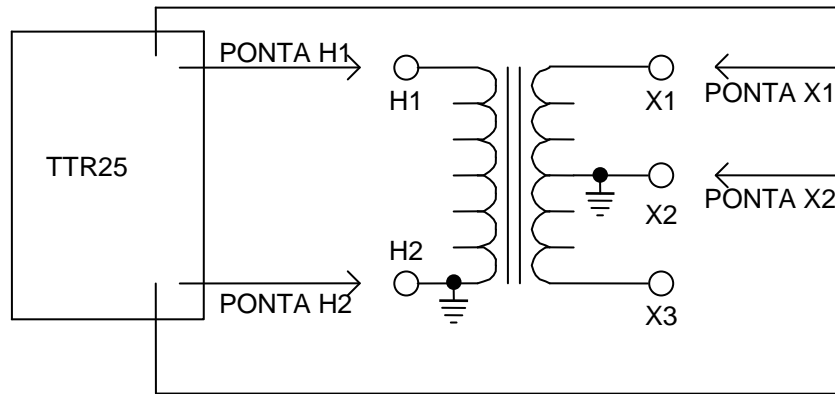

Figura 4-5 Conexões para Testar o Enrolamento X1 – X2 de Transformadores de Distribuição (H2 e X2 Aterradas)
3. Ao testar o enrolamento X1-X2, conecte as braçadeiras dos fios de prova com as marcas X1 e X2 respectivamente aos terminais X1 e X2 do transformador em teste. A polaridade esperada nos enrolamentos é normal (o sinal “+” aparece no início do resultado do teste de relação de espiras). *Vide Figura 4-5.*